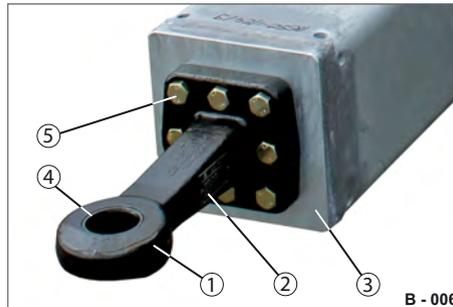

Abb. 7 Verbindungselement
- ▶ Lassen Sie eine verschlissene / deformierte Zugöse nur durch ein Original-Ersatzteil ersetzen - siehe Kennzeichnung (Abb. 7/2) auf der Zugöse.